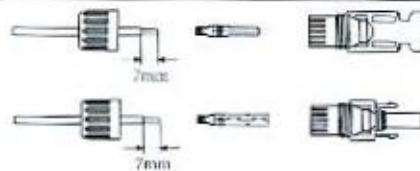

Figura 5.3 Desmonte a capa do conector
- a) Desencape o fio DC cerca de 7 mm, desmonte a porca da capa do conector (ver figura 5.3).